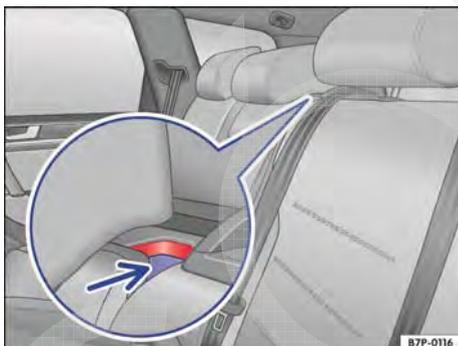

Fig. 211 No encosto do banco traseiro: botão de destravamento pressionado com marcação vermelha.
- Rebatendo a parte central do encosto do banco traseiro com o dispositivo para transporte de objetos longos para trás, até que ela se trave. A marcação vermelha no botão de destravamento → Fig. 211 (seta) não pode mais ser visível.